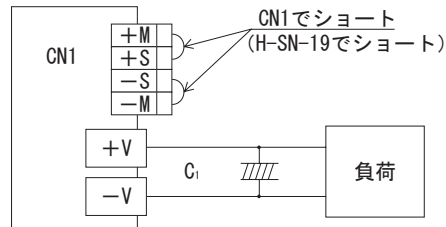
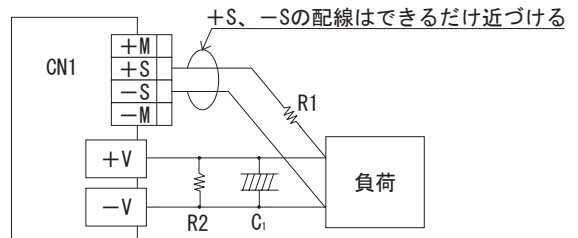

図 2.4 リモートセンシングを使用しない場合
図 2.5 リモートセンシングを使用する場合
■ リモートセンシングを使用する場合と使用しない場合の結線を図 2.4 ~ 図 2.5 に示します。
- ① 負荷線に接触不良（ねじのゆるみなど）が生じると、センシング線に負荷電流が流れ、電源内部回路が故障することがありますので結線には充分注意してください。
- ② 電源から負荷までの配線は、充分余裕のある太い電線を使用し、ラインドロップは 0.3V 以下でご使用ください。
- ③ センシング線が長くなる場合、C1、R1 をつけてください。
- ④ センシング線は、ツイストペア線またはシールド線を使用してください。
- ⑤ +M、-M、+S、-S 端子から電流を取り出さないでください。
- ⑥ 配線や負荷のインピーダンスによって、電源出力電圧に発振波形が発生したり、出力電圧の変動が大きくなることがあります。センシング使用時には、評価確認の上ご使用ください。